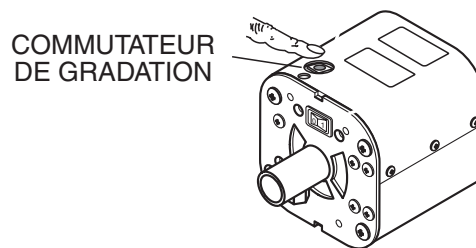

Figure 19. Commutateur de gradation
2. Appuyer légèrement sur le commutateur de gradation (Figure 19). Le voyant DEL clignotera. La luminosité devra être de 75% à présent.